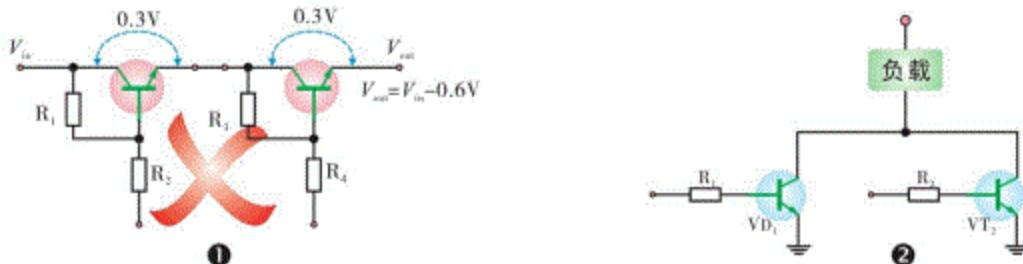

图9.62 三极管开关的正确、错误使用
三极管在饱和导通后还存在管压降( $V_{CE}$ , 0.15~0.6V)，因此三极管开关不适宜于串联使用，如图9.62的①所示。但是，三极管开关却可以并联使用，如图9.62的②所示。